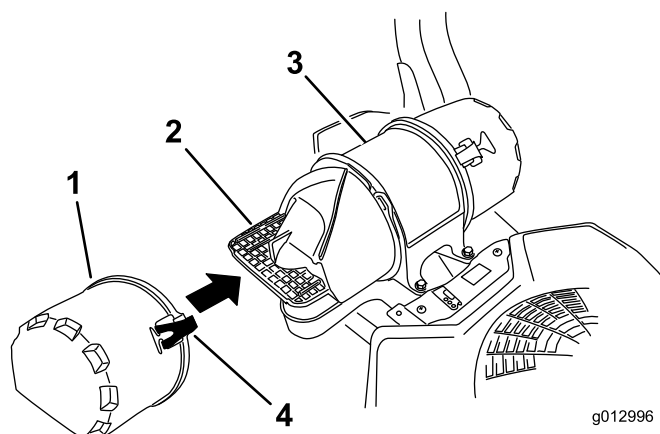

Figura 45
3. Abra los cierres del limpiador de aire y tire de la tapa de la entrada de aire para separarla del cuerpo del limpiador de aire (Figura 45).
5. Instale la tapa del limpiador de aire y sujétela con los enganches (Figura 45).